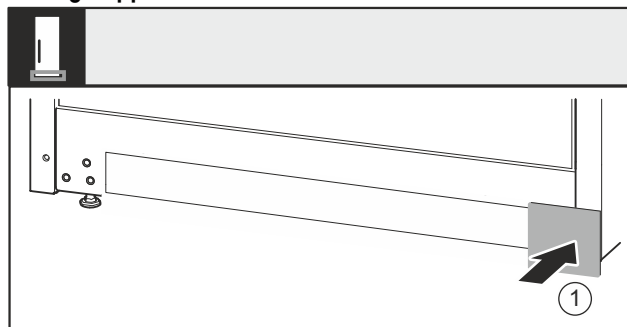

Fig. 39
- Riapplicare la copertura Fig. 39 (1) sull'altro lato.